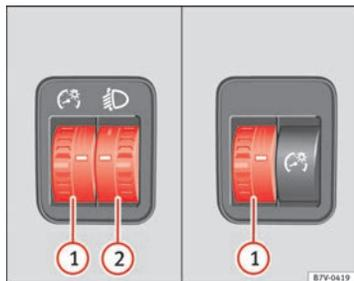

Fig. 62 Côté volant : régleur d'éclairage des cadrans et des commandes ① et du site des projecteurs ②
① Éclairage des cadrans et des commandes
Lorsque l'éclairage est allumé, la luminosité du rhéostat d'éclairage des cadrans et des commandes peut être réglée en continu en tournant la molette ⇒ fig. 62 ①.
② Réglage du site des projecteurs